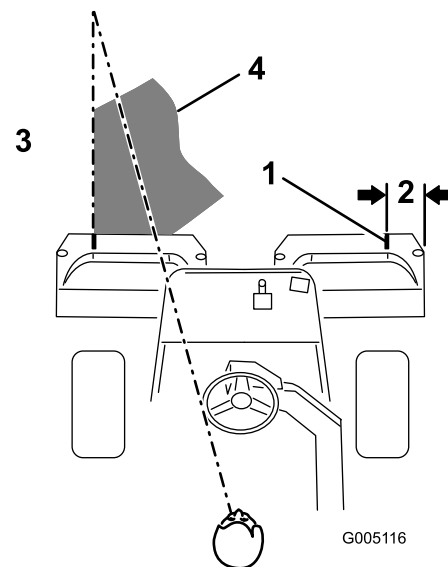

Figura 33
**Nota:** Para ayudar a mantener una línea recta a través del green y mantener la máquina a la misma distancia de la pasada anterior, imagínese una línea que va desde un punto situado a 1,8–3 m aproximadamente por delante de la máquina, hasta el borde de la parte no segada del green (Figura 33). Incluya el borde exterior del volante como parte de la línea imaginaria, es decir, mantenga el borde del volante alineado con un punto que se mantiene siempre a la misma distancia de la parte delantera de la máquina.